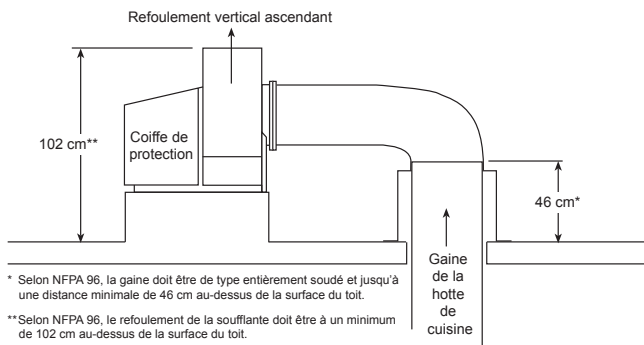

Figure 2
4. Attacher la gaine d'admission au collier d'admission de la soufflante. NFPA 96 prévoit que la gaine et le raccord de gaine d'admission soient complètement soudés dans les applications d'extraction de cuisine. Voir les hauteurs minimales de gaine et de refoulement de soufflante à la Figure 2.